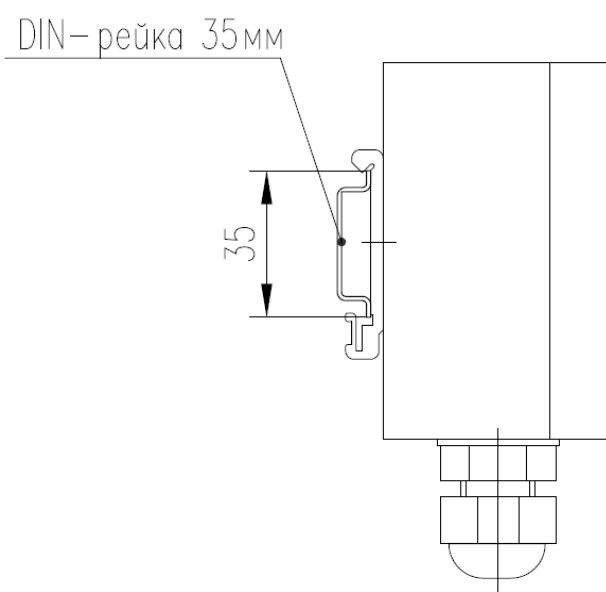

Рис. 9. Монтаж блока питания на DIN-рейку.
2.2.8.2 На рис. 9 показан монтаж БП на DIN-рейку.